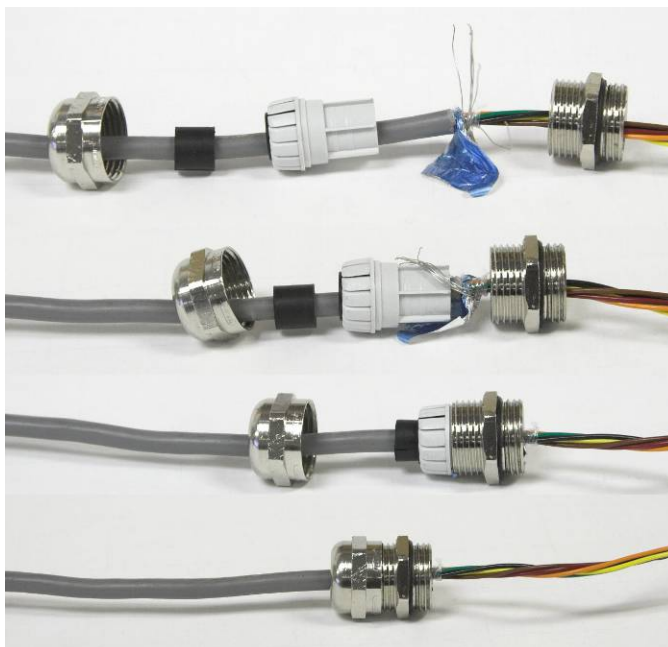
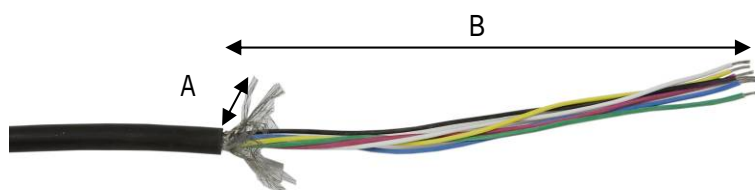

Figura A-26: Messa a terra dello schermo del cavo
Figura A-34: preparazione del cavo della cella di carico
- La schermatura del cavo deve essere messa a terra verso l'involucro distendendo i cavi dello schermo come illustrato nella parte superiore della Figura A-26, quindi riavvolgendoli sul componente in plastica del pressacavo prima di premerlo nel corpo filettato.
Preparare le estremità di ciascun cavo della cella di carico, come mostrato in Figura A-34 e in Tabella A-4. Verificare che lo schermo sia collegato al pressacavo, come illustrato in Figura A-26.